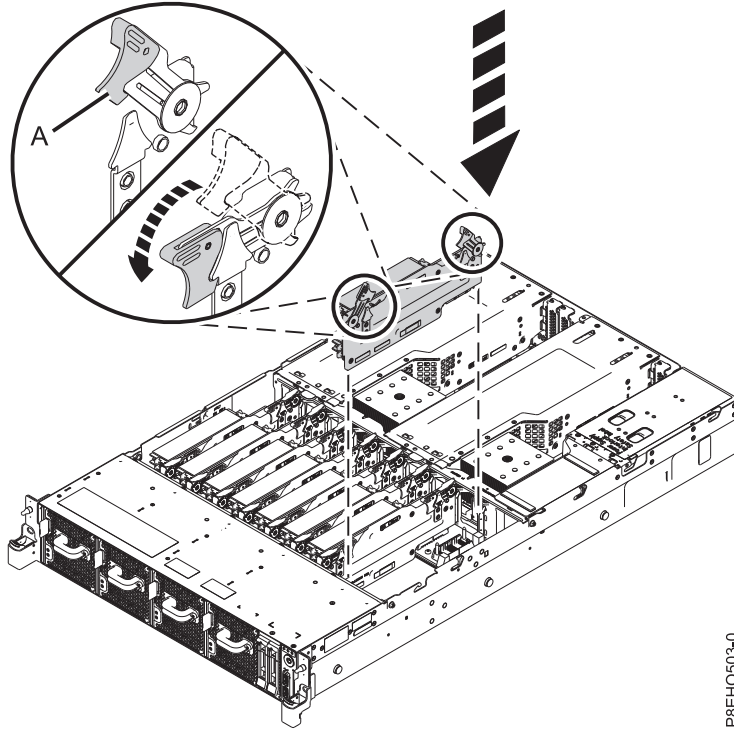

Figure 39. Remise en place d'une carte de bus mémoire dans le système
- a. Assurez-vous que les taquets de déverrouillage sont ouverts à un angle d'environ 60 degrés, comme illustré dans la figure 39, à la page 41.
- d. Appuyez sur les taquets de déverrouillage pour les placer en position fermée. Voir (A) dans la figure 39, à la page 41.